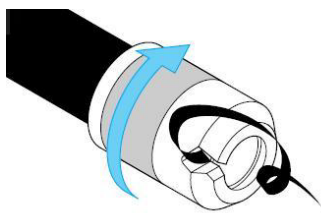

Bild 1
1. Rohr mit Ansträhülse von Hawle Nr. 6000 oder mit gleichwertigem Produkt ansträgen (siehe Bild 1)